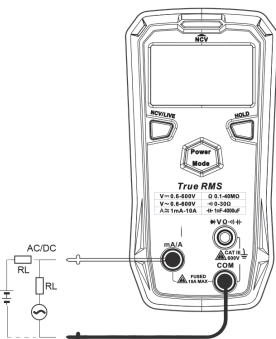

Рис. 8 Измерение частоты и коэффициента заполнения
7.6 Измерение силы переменного и постоянного тока (см. рис. 8)